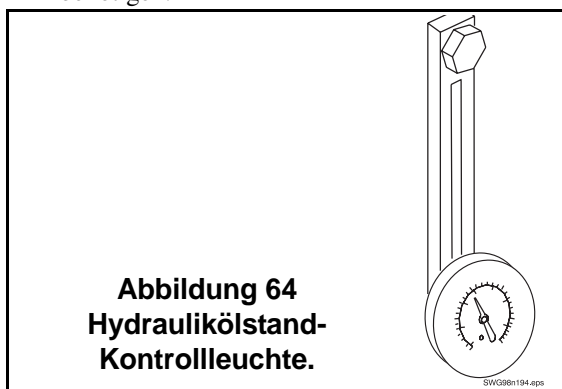

Abbildung 64
- Prüfen Sie Füllstand und Zustand des Hydrauliköls (Abbildung 64). Füllen Sie bei Bedarf mit derselben Ölmarke und -sorte auf. Wenn Sie einen Filterwagen haben, um Öl in den Tank zu pumpen, so verwenden Sie ihn. Wechseln Sie milchig aussehendes Öl, was auf Verunreinigung durch Wasser hindeutet. Versuchen Sie nach Möglichkeit, die Quelle für das Wasser zu finden. Wenn das Öl plötzlich von einem Tag auf den anderen milchig geworden ist, lässt sich das Problem nicht durch Auswechseln des Öls lösen und das frische Öl kann am nächsten Morgen ebenfalls milchig aussehen. Wenden Sie sich an die Kundendienstabteilung von Schwing unter der Telefonnummer +1 (651) 429-0999, wenn Sie Hilfe bei der Suche nach der Ursache der Verunreinigung durch das Wasser benötigen.